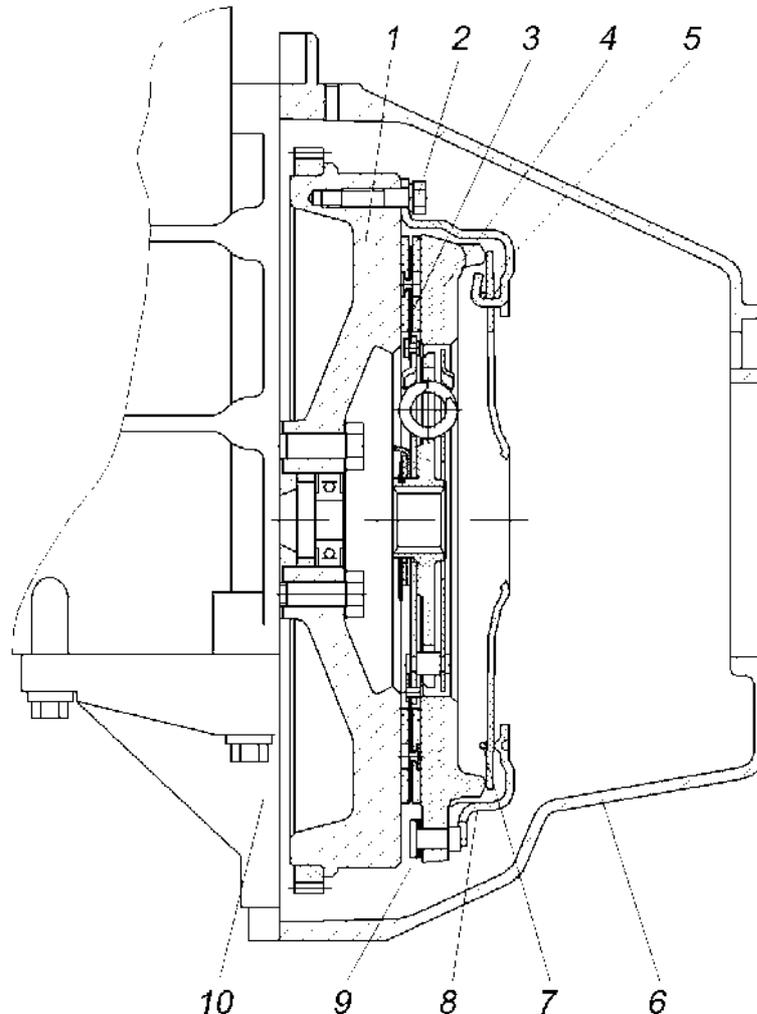

Abb. 226. Kupplung:
**Kupplung** (Abb. 226) - trocken, einscheibenig, mit Tellerdruckfeder, besteht aus zwei Hauptteilen: einer Druckplattenbaugruppe und einer Abtriebscheibenbaugruppe.